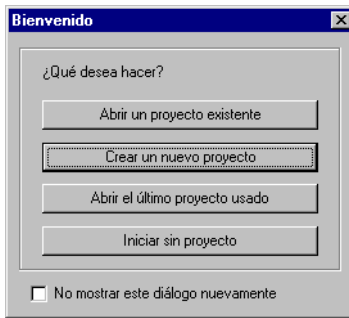

Figura 3.1. Cuadro de Diálogo Bienvenido a Locus
1. Inicie el Procesador de Locus. Una pantalla repentina aparece por algunos segundos, seguida por el cuadro de diálogo Bienvenido a Locus, Figura 3.1. Marque el cuadro de selección si usted no desea que este cuadro se despliegue durante el inicio del programa.